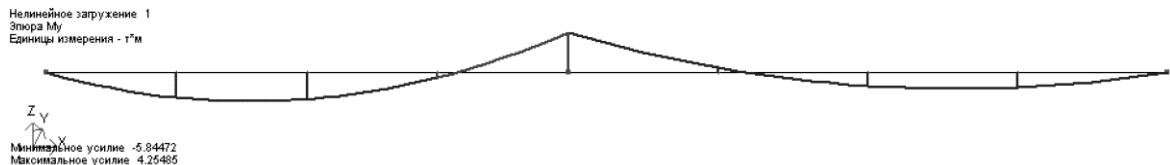

Рис.7.25. Эпюры изгибающих моментов M_y
- Выведите на экран эпюру M_y (рис.7.25) с помощью меню **Усилия ⇒ Эпюры ⇒ Эпюры изгибающих моментов (M_y)** (кнопки  и  на панели инструментов).